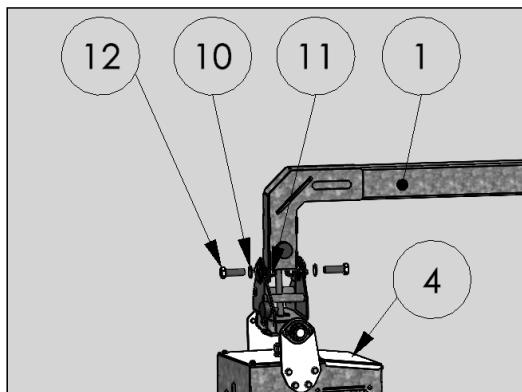

Abbildung 4: Montage Bürste mit Antriebseinheit
2. Antriebseinheit (Pos. 4 Abb.4) mittels Schrauben (Pos. 12 Abb.4), Scheiben (Pos. 10 Abb.4) und Muttern (Pos. 11 Abb.4) mit dem Hängearm (Pos. 1 Abb.4) verschrauben.